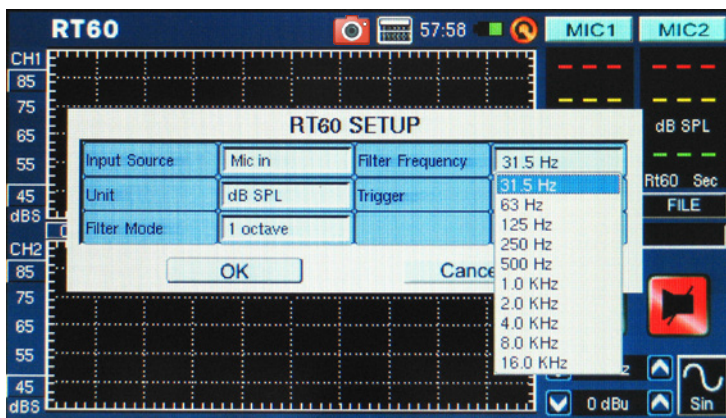

figure 65
11. フィルター モード/周波数 (Filter Mode/Frequency、図65) – RT60 (残響時間) 機能で使用します。RT60測定の計算のプリセット周波数の一つが選択できます。フラット周波数モードでRT60計算を行った後でも、10Octフィルター時での残響時間を見るために、設定メニューから10Octの周波数 (31.5Hz、63Hz、125Hz、250Hz、500Hz、1KHz、2KHz、4KHz、8KHz、16KHz) が選択できます。